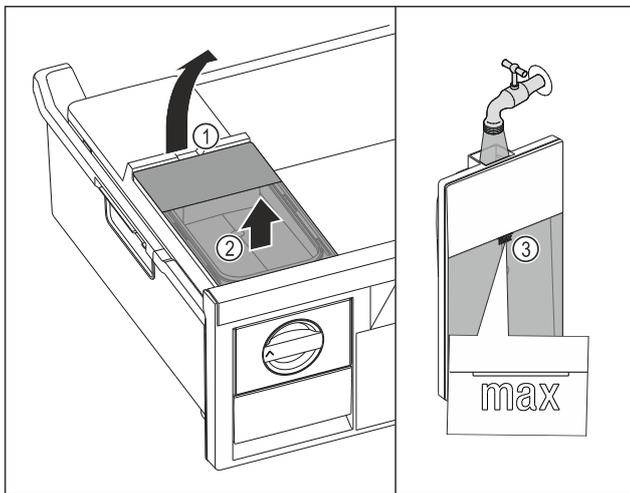

Fig. 109
- ▶ Levante el depósito de agua por las cavidades Fig. 109 (1).
- ▶ Extraiga el depósito de agua hacia arriba. Fig. 109 (2)
- ▶ Llene el depósito de agua con agua potable hasta la marca Fig. 109 (3).